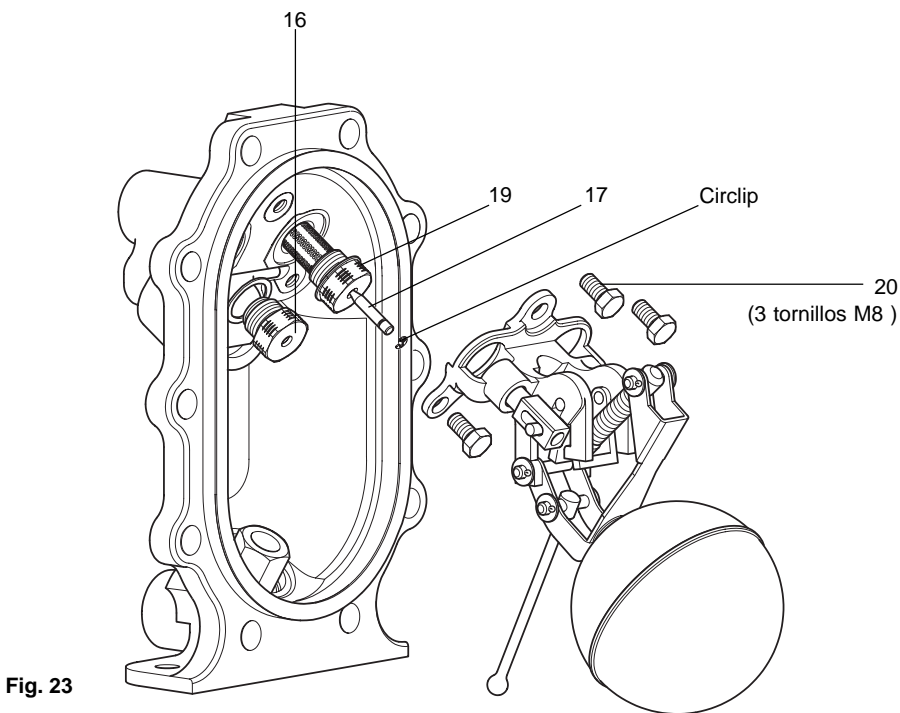

Fig. 23
9. Montar la válvula de entrada de vapor (ítem 17) y válvula de escape (ítem 16) según la Fig. 23.